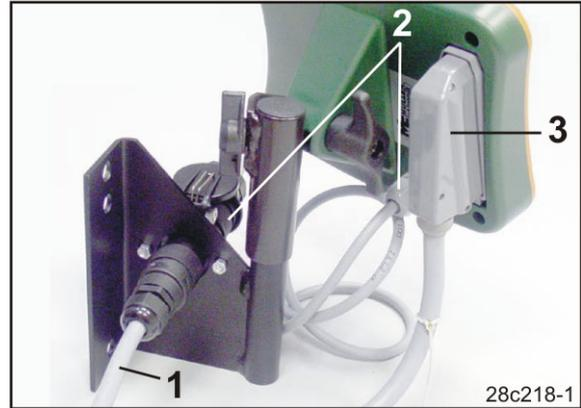

図 13
2. 電力ケーブル (図 13/1) をコンソールと 12V トラクターソケットに差し込みます。
3. コンソールと操作端末を電力ケーブル (図 13/2) で接続します。
5. 機械ケーブル (図 13/3) をトラクターのキャビンまで引いて、機械プラグを操作端末に差し込みます。